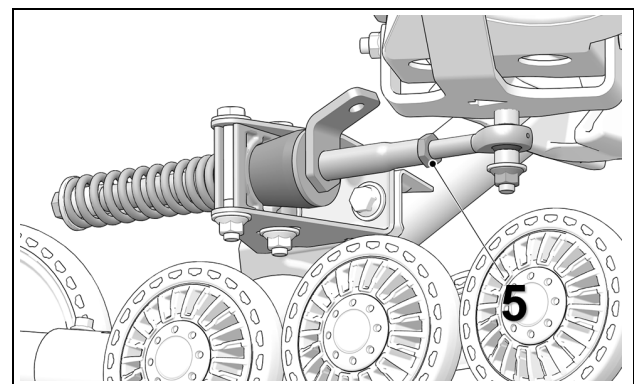

Figure 16
- Ressermer le contre-écrou (5) à un couple de 40 N•m (30 lb•pi). Voir Figure 16.